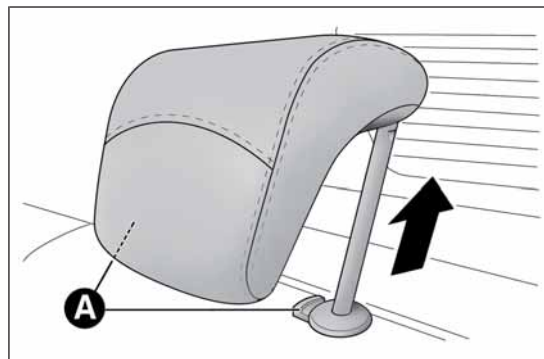

РИС. 26
- нажмите кнопку А РИС. 26 и снимите подголовники, потянув их вверх.